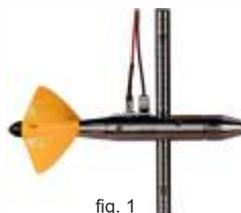

fig. 1
1. Fixation directe du corps du moulinet sur la perche de Ø 20mm (en inox) et utilisation d'un indicateur de direction (fig.1)